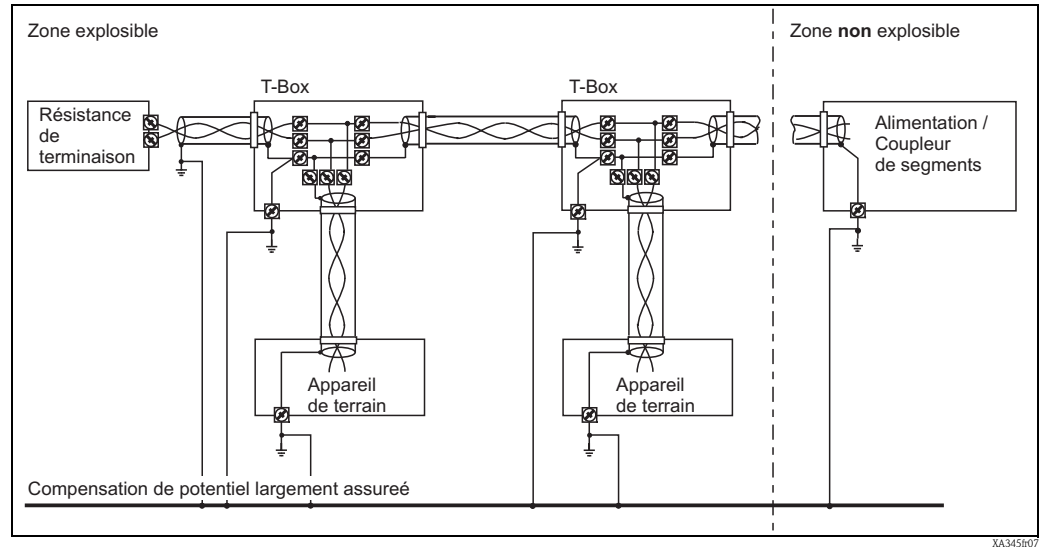

Fig. 7
- Mise à la terre du blindage voir graphique suivant : Fig. 7 et 8.